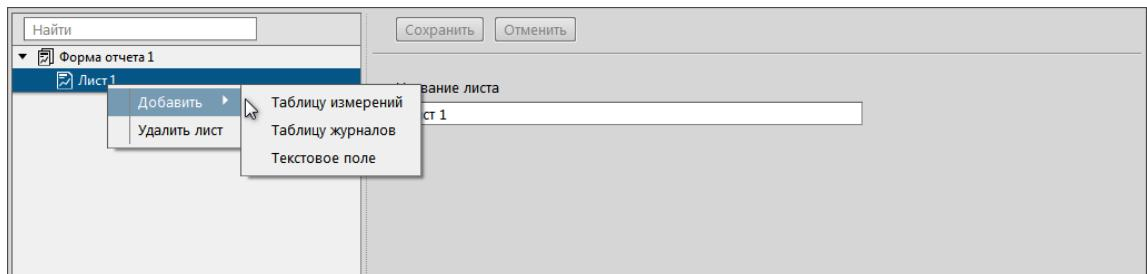

Рисунок 133 - Наполнение формы отчета
3. Нажмите ПКМ по созданному листу и выберите необходимый блок данных: Таблицу измерений, Таблицу журналов или Текстовое поле (Рисунок 133).